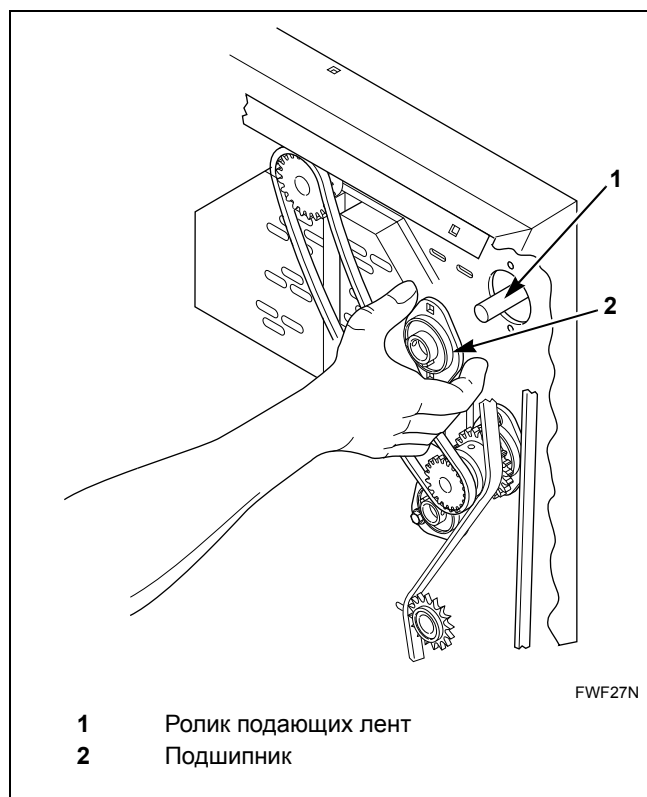

Рис. 28
7. Снимите подшипник нажатием влево. См. Рис. 28.